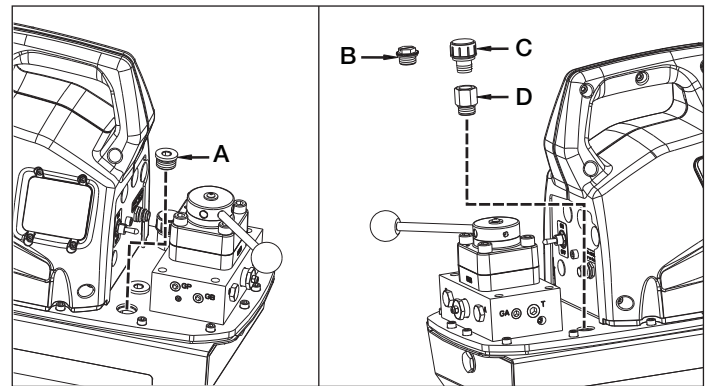

Figura 2, Tappo Riempimento Olio e Sfiatatoio Aria Serbatoio
4.1 Tappo Riempimento Olio e Sfiatatoio Aria Serbatoio (Vedere la Figura 2)
Controllare il livello dell'aria nel serbatoio della pompa prima dell'avvio. Se il livello dell'olio è basso, togliere il tappo di riempimento dell'olio (A) dall'involucro di copertura (vedere la Figura 2) ed aggiungere olio, secondo la necessità. Il serbatoio dell'olio è pieno quando il livello dell'olio è come mostrato in Figura 4.